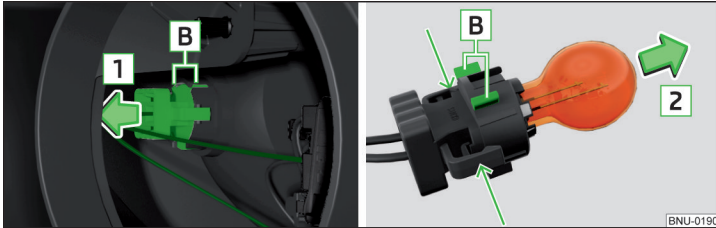

Abb. 340 Glühlampe für Blinklicht vorn wechseln
- › Die Fassung mit der Glühlampe mit Wackelbewegungen in Pfeilrichtung **1** » Abb. 340 herausziehen.